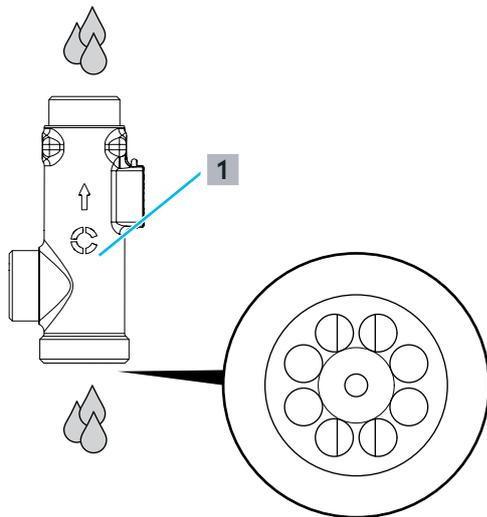

Fig. 23: Nettoyage du capteur de débit sous l'eau courante
- 8 Tenir le corps du capteur de débit ((1) sur la Fig. 23 en page 31) sous l'eau courante dans le sens inverse du débit pour éliminer les résidus tels que les restes de chanvre et nettoyer la turbine.